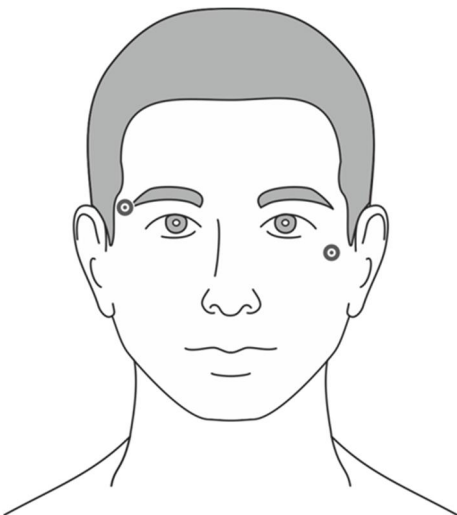

Рис. 37. Схема наложения электродов в области глаз пациента для регистрации ЭОГ
- Для регистрации ЭОГ-сигнала можно использовать чашечковые электроды, предварительно заполненные токопроводящей адгезивной пастой, или одноразовые электроды с коннектором «кнопка» и соответствующими кабелями отведений. Согласно рекомендациям AASM, требуется накладывать два электрода: один — на 1 см выше и на 1 см латеральнее наружного угла правого глаза, второй — на 1 см ниже и на 1 см латеральнее наружного угла левого глаза (рис. 37). Референтным электродом для обоих вышеуказанных выступает наложенный ранее электрод в позиции M2. Кожу пациента в местах установки электродов предварительно обезжирьте с помощью спиртовой салфетки. Наложённые чашечковые электроды дополнительно зафиксируйте медицинским пластырем. Подключите наложенные электроды кабелями отведений к блоку усилителя согласно монтажу.